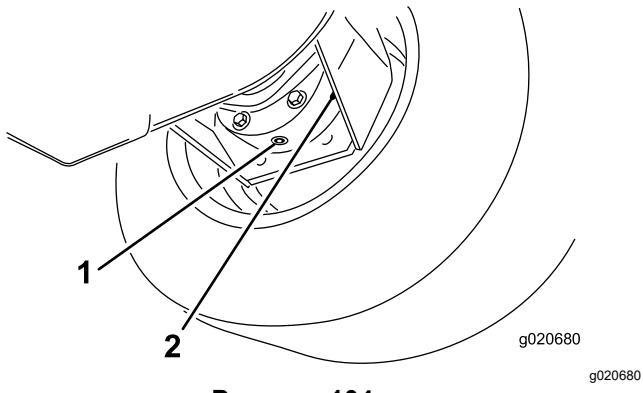

Рисунок 104
- Подставьте поддон под корпус тормоза, снимите пробку сливного отверстия и дайте маслу стечь (Рисунок 104).